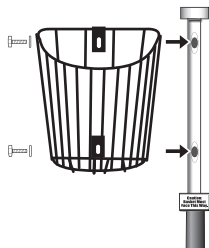

Fig. 7
7. Usando los dos (2) tornillos de 3/8" con arandelas, coloque la canasta de alambre negro en el poste superior con el destornillador de cabezal Phillips, Fig 7.